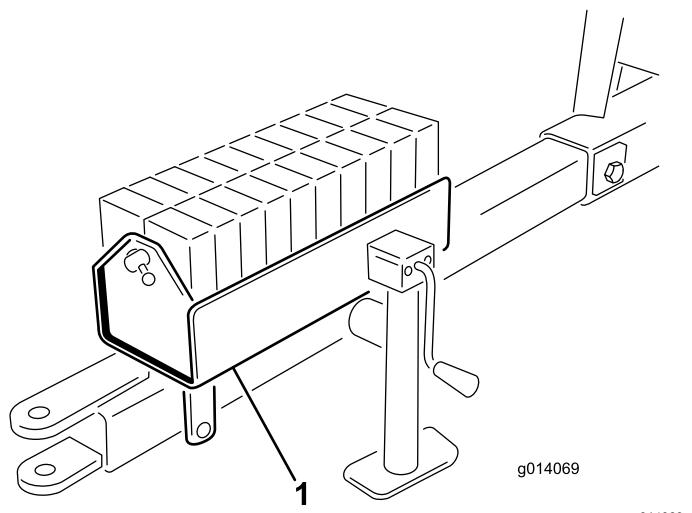

Figura 6
5. Riempite la scatola della zavorra con i pesi, quindi montate la barra e il perno (Figura 6).